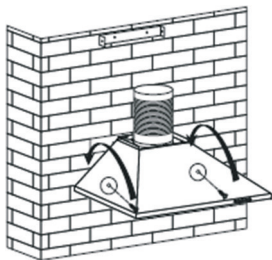

Рис. 5
7. Повесьте прибор на крючок и закрепите его с помощью 2 предохранительных винтов (4 x 30 мм). Примечание. Два предохранительных вентиляционных отверстия диаметром 6 мм расположены на задней части корпуса. См. рис. 5.